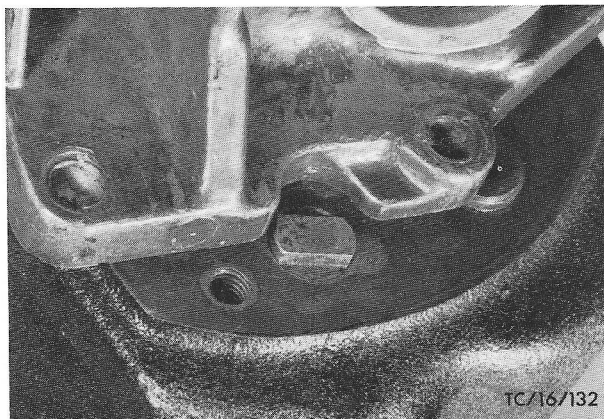

Fig.46 Opening voor secundaire as.
11. Verwijder de 5 bevestigingsbouten van het staartstuk. Trek het staartstuk los van de versnellingsbak en draai het zo dat de secundaire as door de opening kan (fig. 46).